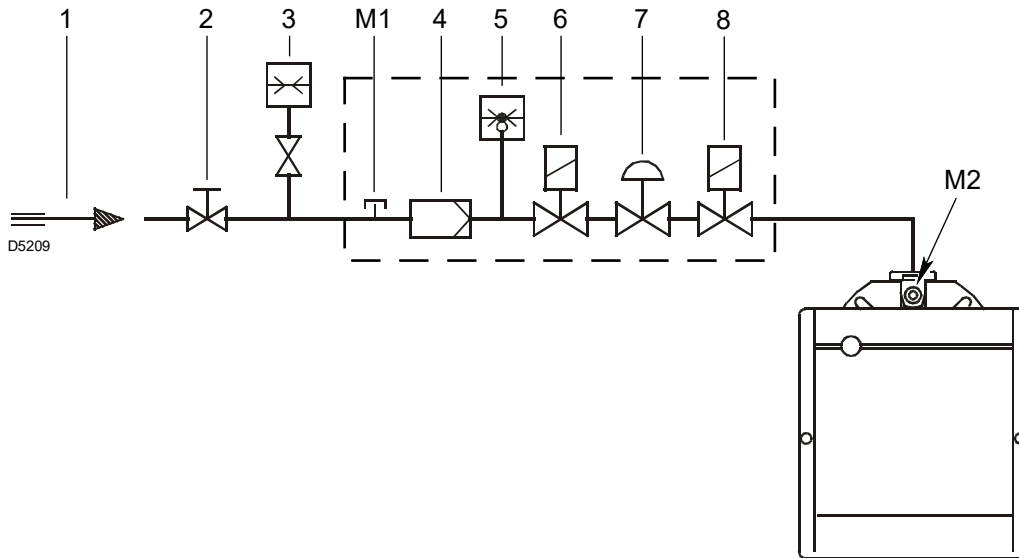

Fig. 14
Legenda (Fig. 14)
Pressione del gas misurata alla presa M2)(Fig. 14), con:
- sottrarre dalla pressione del gas alla presa M2)(Fig. 14) la pressione in camera di combustione.
Pressione del gas alla presa M2)(Fig. 14) = 12,2mbar
Per conoscere invece la pressione del gas necessaria alla presa M2)(Fig. 14), fissata la potenza massima di modulazione alla quale si desidera funzioni il bruciatore:
- Leggere sulla destra, colonna 1, la pressione alla presa M2)(Fig. 14).
pressione necessaria alla presa M2)(Fig. 14).